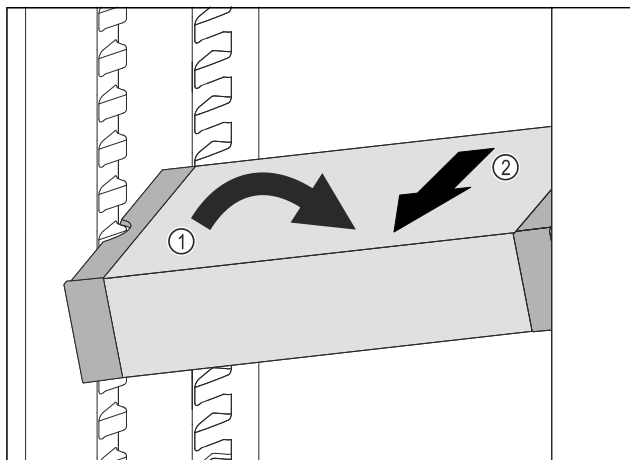

Fig. 93
- ▶ Расположите VarioSafe в холодильном отделении под наклоном. *Fig. 93 (1)*
- ▶ Извлеките VarioSafe движением вперед. *Fig. 93 (2)*